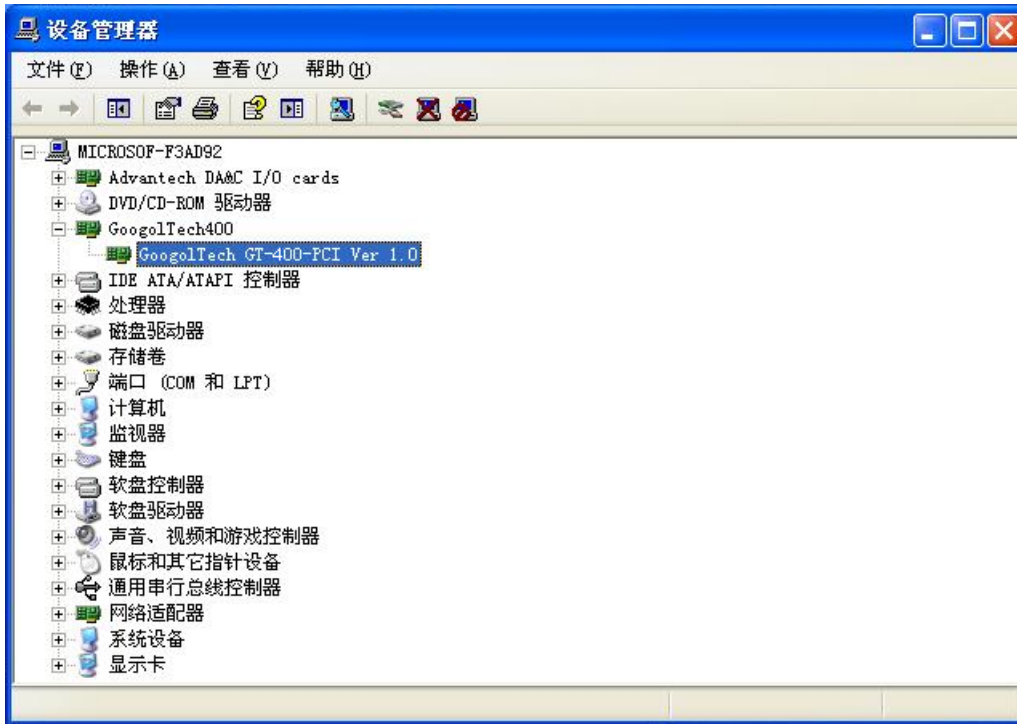

图 2-10 运动控制卡驱动程序安装完成界面 10
(10) 安装成功后，打开设备管理器，可以看到驱动已经安装成功，如图2-10所示。